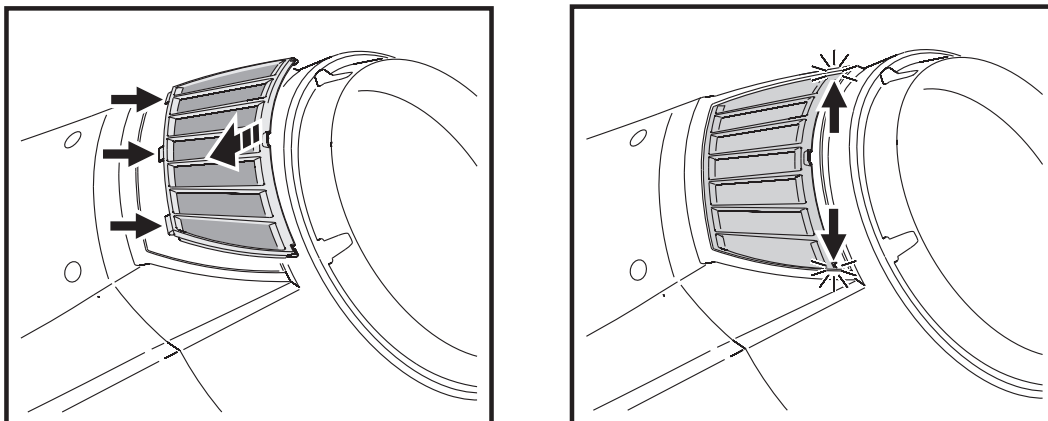

Figure 18: Remontage des filtres à air de la tête
6. Voir Figure 18. Engagez les 3 onglets des porte filtres de la tête dans les encoches prévues, comprimez légèrement les porte filtres par les extrémités et engagez-les dans la tête pour les repositionner.